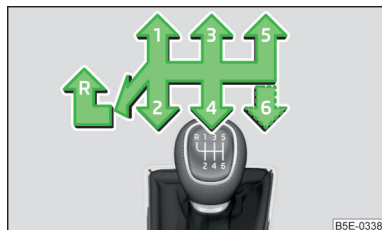

Fig. 108
Pe schimbătorul de viteze sunt reprezentate pozițiile individuale ale treptelor de viteză » fig. 108.
- Aduceți schimbătorul de viteze la maxim, înspre stânga și apoi înspre înainte, în poziția **R** » fig. 108.